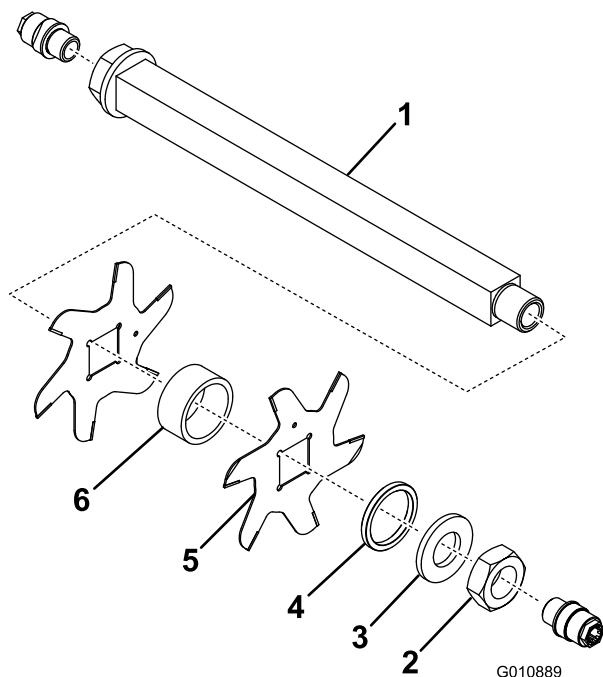

Figura 11
3. Retire a cunha pequena, a anilha, as lâminas e as cunhas grandes. Limpe e lubrifique o eixo quadrado com uma leve camada de massa para facilitar a montagem (Figura 11).